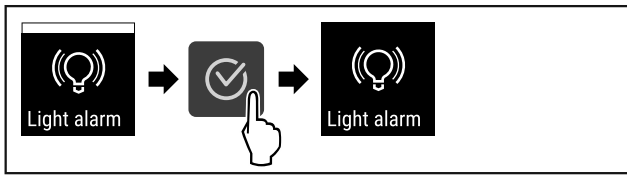

Fig. 120
- ▶ Følg anvisningene (se Fig. 120) .